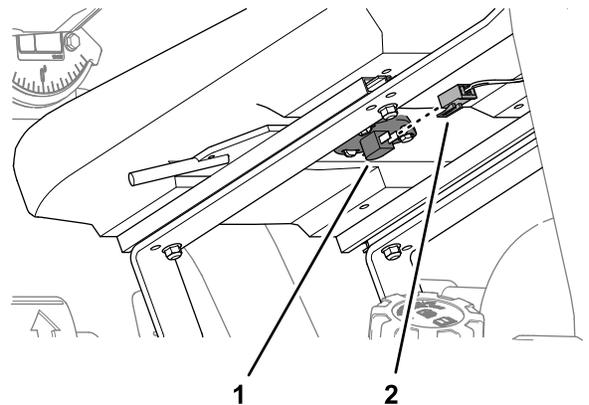

図 56
- 座席スイッチの端子に、2ソケットコネクタを接続する 図 56